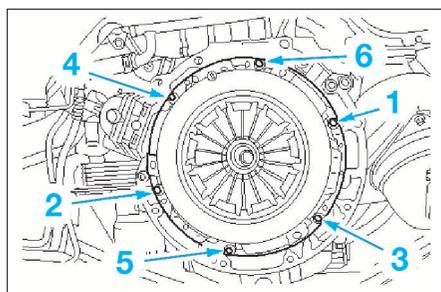

FIG. 1
- Desserrer progressivement et par passes successives les vis de fixation du mécanisme (Fig.1) puis dégager ce dernier en récupérant le disque.
- Mettre en place le mécanisme sur le volant et serrer progressivement les vis de fixation en diagonale et par passes successives jusqu'au couple prescrit (Fig.1).